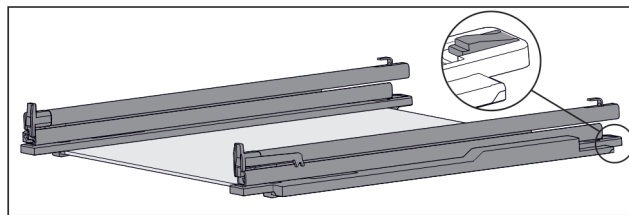

Fig. 149 Skleněná deska s kolejničkami a přídržnými díly
- ▶ Přídržný díl vzadu stlačte dolů (viz Fig. 149) a současně zasuňte kolejničku dozadu.